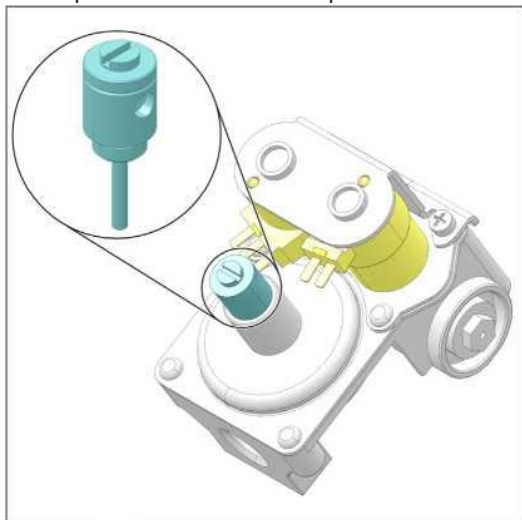

Figura 1 - Pasador de bloqueo estilo "A"
6. Retire el tapón de ventilación (dispositivo limitador de fugas) del regulador de presión. Véase la figura 1 para el estilo "A".